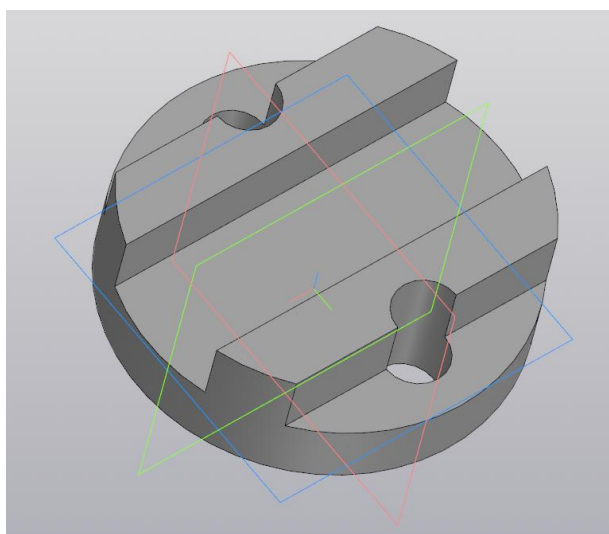

Рисунок 9 – Результат выдавливания эскиза
1.6.5 Включите параметр «Второе направление» и выберите способ для этого направления также «Через все». Результат выдавливания показан на рис. 9.